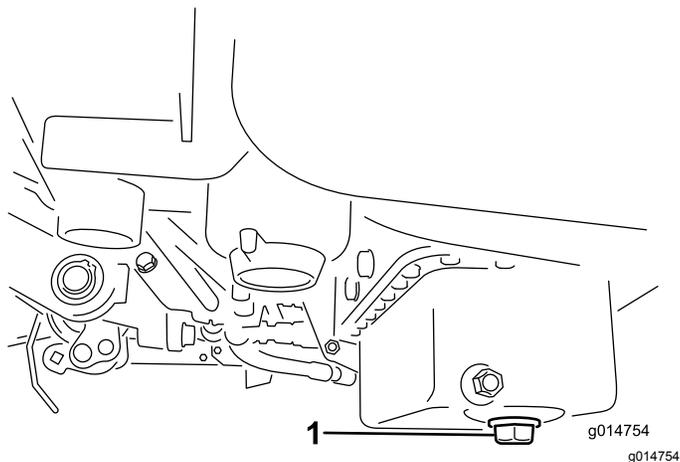

図 45
- ドレンプラグを外してオイルを容器に受ける。オイルが抜けたらドレンプラグを取り付ける 図 45。